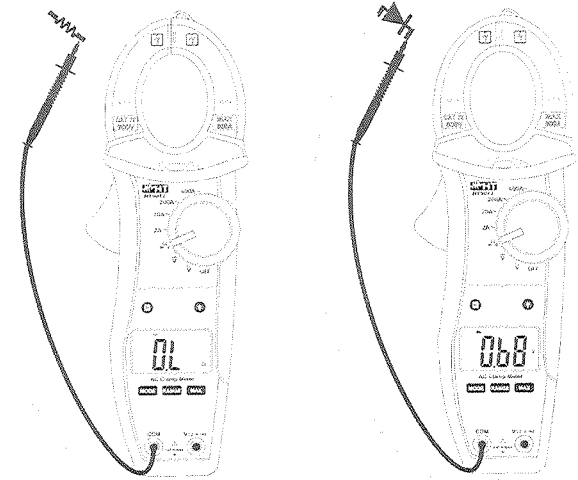

Abb.7: Durchgangsprüfung und Diodentest
3. Verbinden Sie die Meßleitungen mit den Eingangsbuchsen. Die rote Meßleitungsbuchse mit der $V\Omega$ \rightarrow \rightarrow Eingangsbuchse, die schwarze Meßleitungsbuchse mit der COM Eingangsbuchse, und verbinden Sie die Meßspitzen mit dem Messkreis (Abb.7 linke Seite). Der Meßwert wird angezeigt.
5. Drücken Sie die **MODE** Taste und wählen den Dioden-Test. Das \rightarrow \rightarrow Symbol wird im Display angezeigt. Verbinden Sie die rote Meßspitze mit der Anode der Diode und die schwarze Meßspitze mit der Katode der Diode. (Abb.7 rechte Seite)